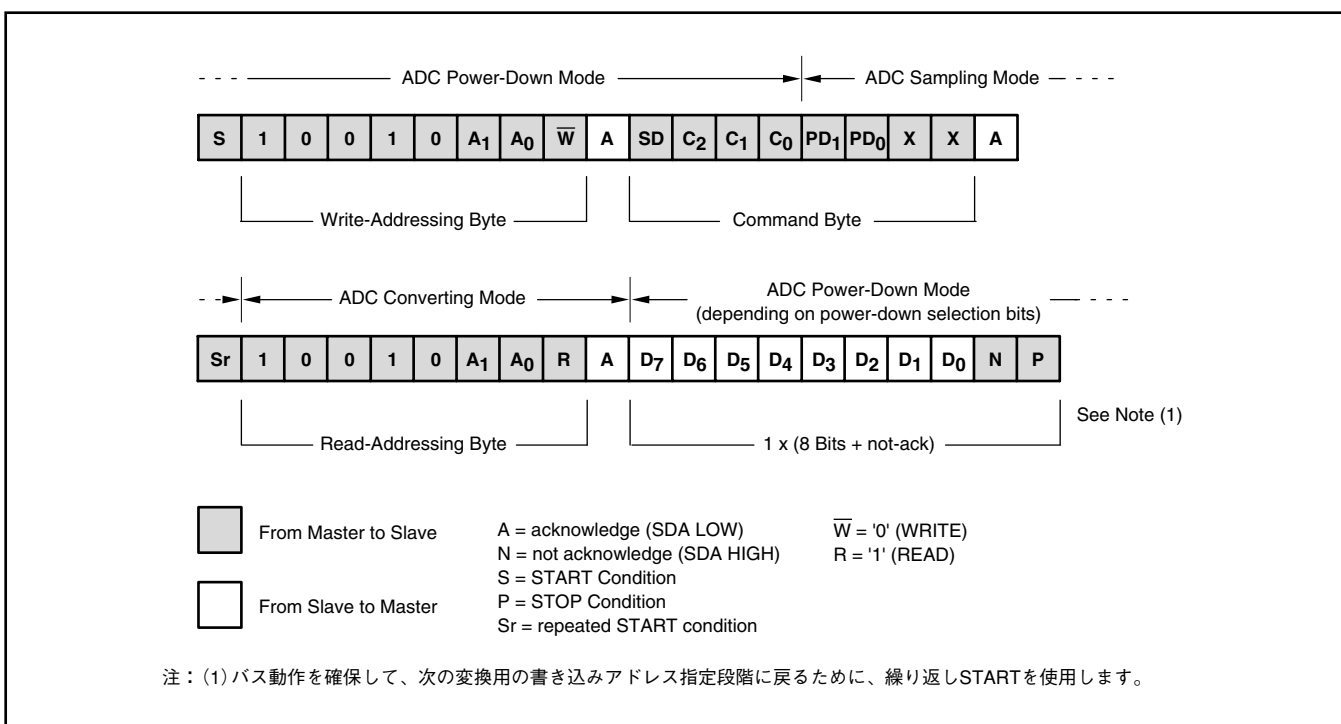
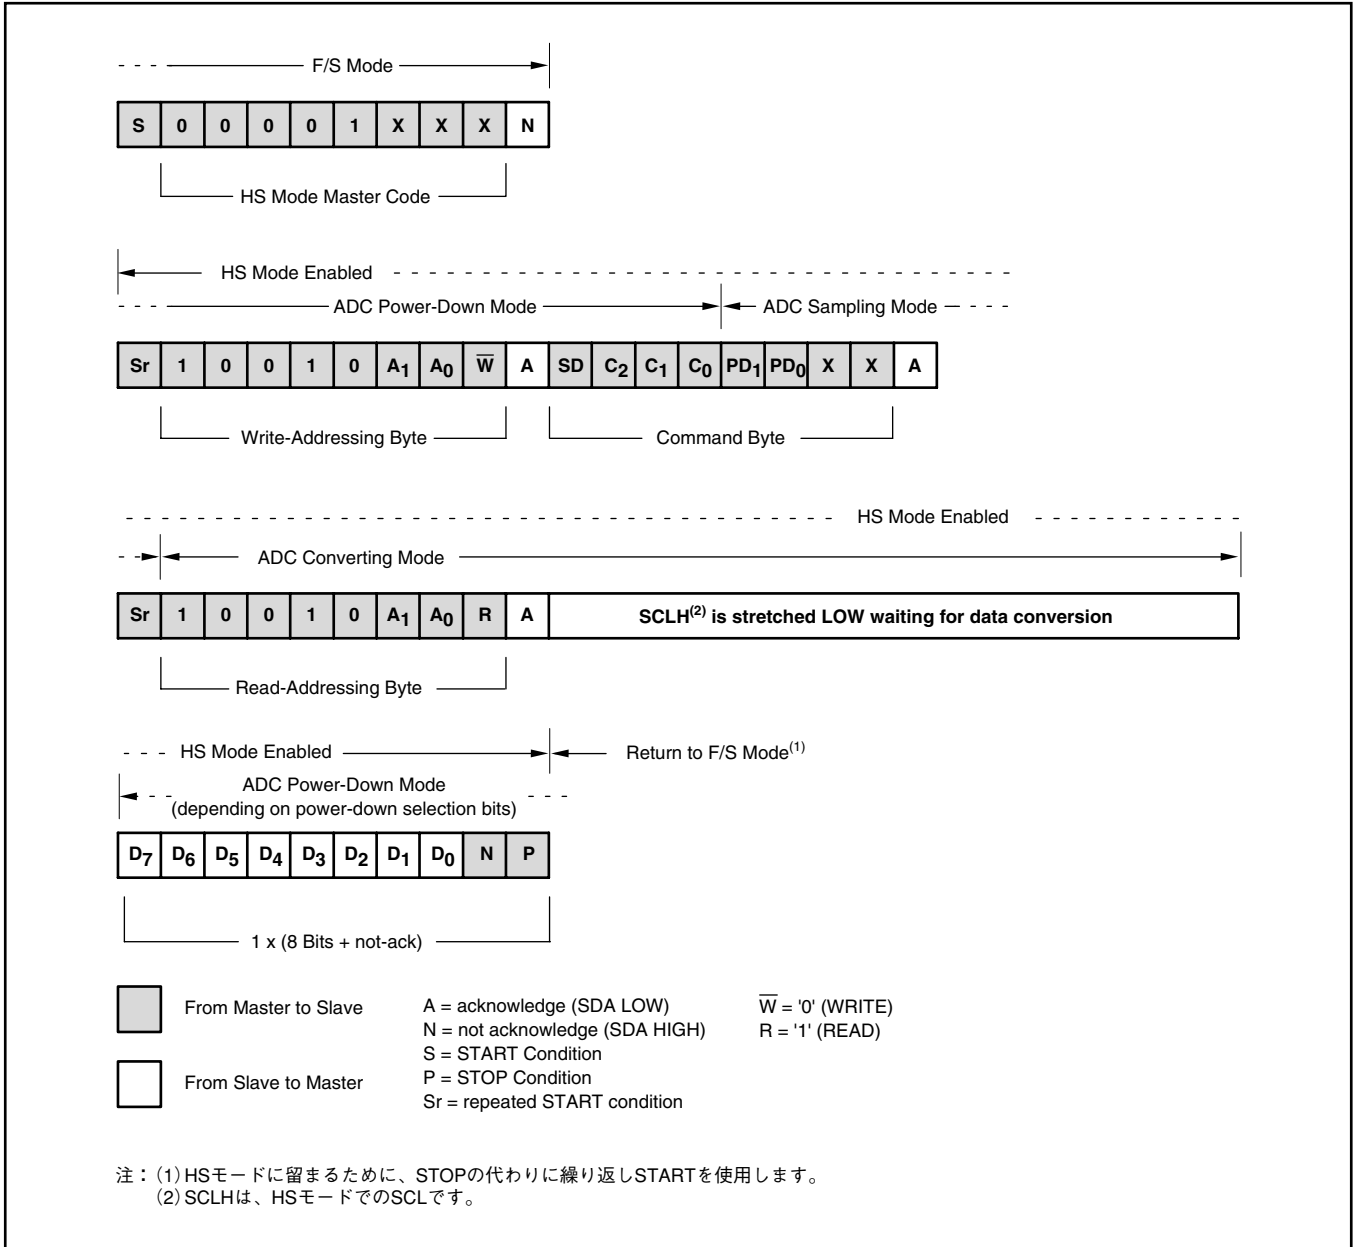

図3. F/Sモードでの標準的な読み出しシーケンス
図4. HSモードでの標準的な読み出しシーケンス
図3に、ファーストまたはスタンダード (F/S) モードにおける、マスタとスレーブADS7830とのやり取りを示しています。変換データの読み出しの最後に、マスタからADS7830に繰り返しのSTART条件を発行することで、以降のADコンバータの変換に対してバス動作を確保できます。これは、連続変換を実行するための最も効率的な方法です。
HSモードでの標準的な読み出しシーケンスについては、図4を参照してください。読み出しシーケンスには、F/SモードからHSモードへのシフトが含まれます。変換の読み出し後にはHSモードに留まるのが望ましいかもしれません。そのためには、読み出しシーケンスの最後に、STOPの代わりに繰り返しのSTARTを発行します。これは、STOPを発行するとADS7830がF/Sモードに戻るためです。
- 1) 内部リファレンスを使用するには、シーケンスで発行される各サンプル変換に対して、コマンド・バイトのPD1ビットを常に '1' に設定しておく必要があります(図3を参照)。
外部リファレンスを使用している場合は、PD1を'0'に設定し、外部リファレンスを安定化させる必要があります。その後、図3または図4の標準的なシーケンスを使用できます。